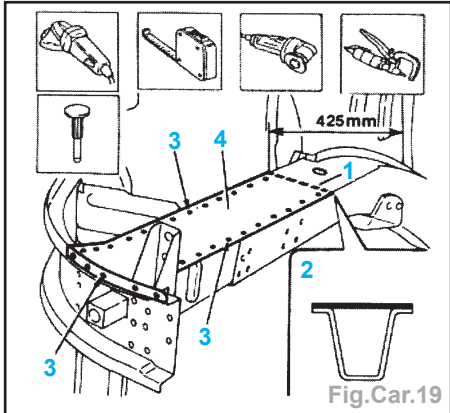

Fig.Car.19
- Découper suivant la ligne et à la cote la partie sup. du longeron (Fig.Car.19).